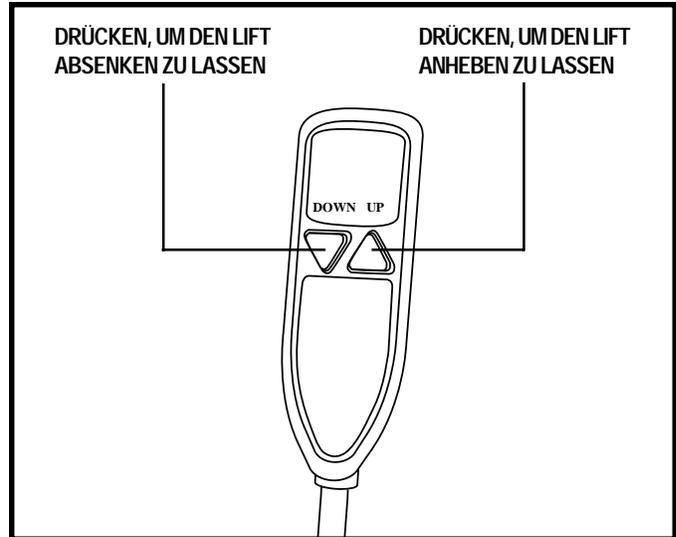
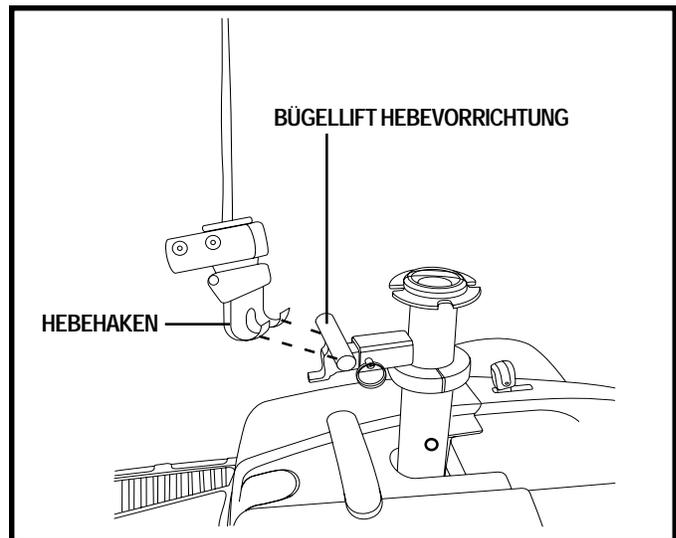

Abbildung 13. Handsteuerung
Abbildung 14. Ansetzen des Hebehakens
3. Bedienen Sie den Lift (mit der Handsteuerung - siehe Abb. 13) in die absenkende Richtung, bis der Hebehaken die Hebevorrichtung erreicht. Der Hebegurt sollte jetzt senkrecht vor der Hebevorrichtung hängen. **Siehe Abb. 14.**
4. Setzen Sie den Hebehaken unter das T-Stück der Hebevorrichtung. **Siehe Abb. 14.**